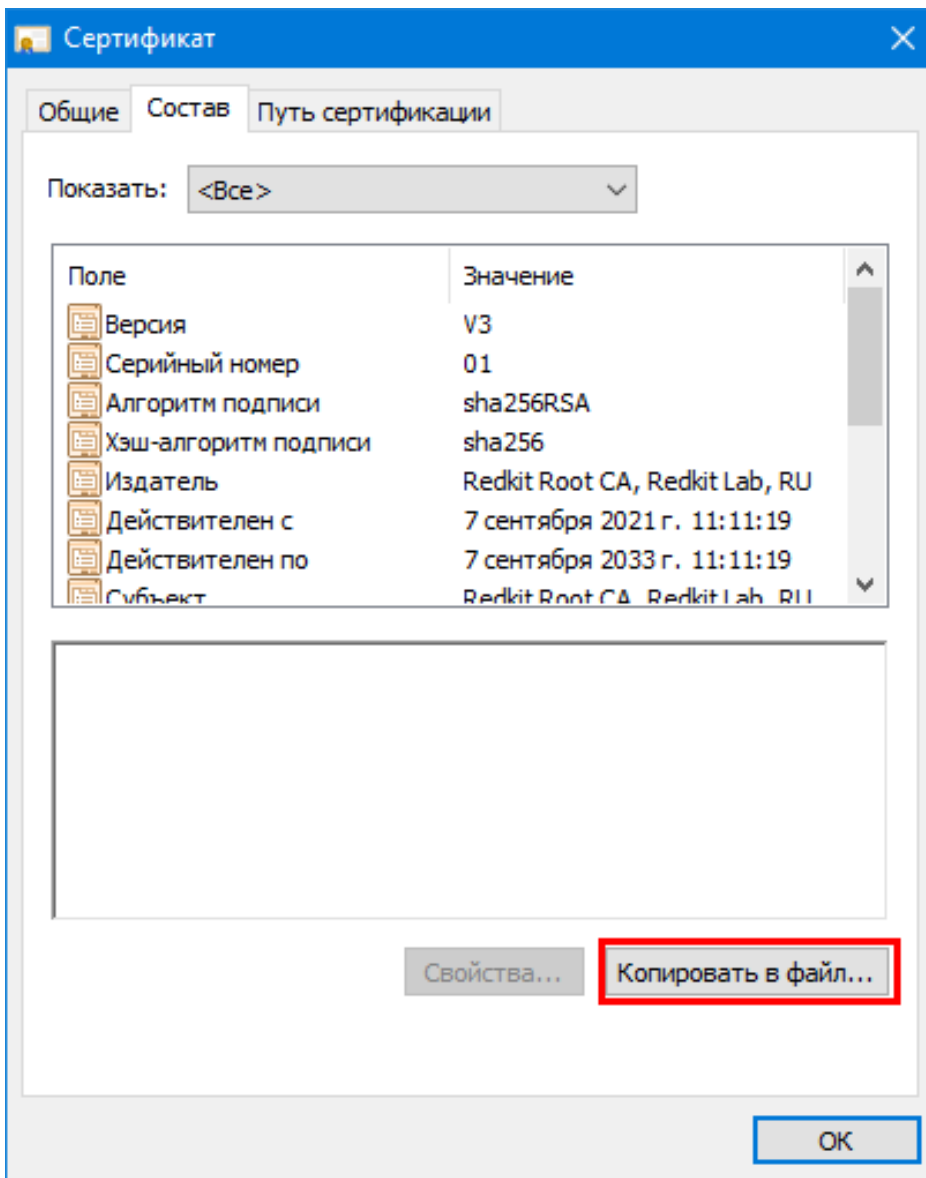

Рисунок 519 - Копировать в файл
3. На вкладке **Состав** нажмите **Копировать в файл...** (Рисунок 519).